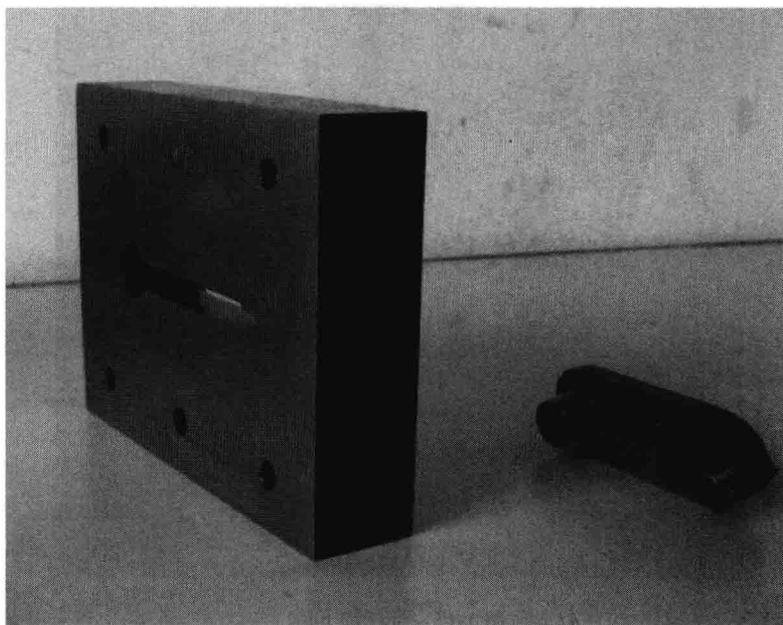

图 1-13 凹模及推件块
(2) 拆上模。
- ① 松开上模座的 4 个连接螺钉，卸下 2 个销钉。
- ② 取下凹模及凹模内推件块（见图 1-13）。